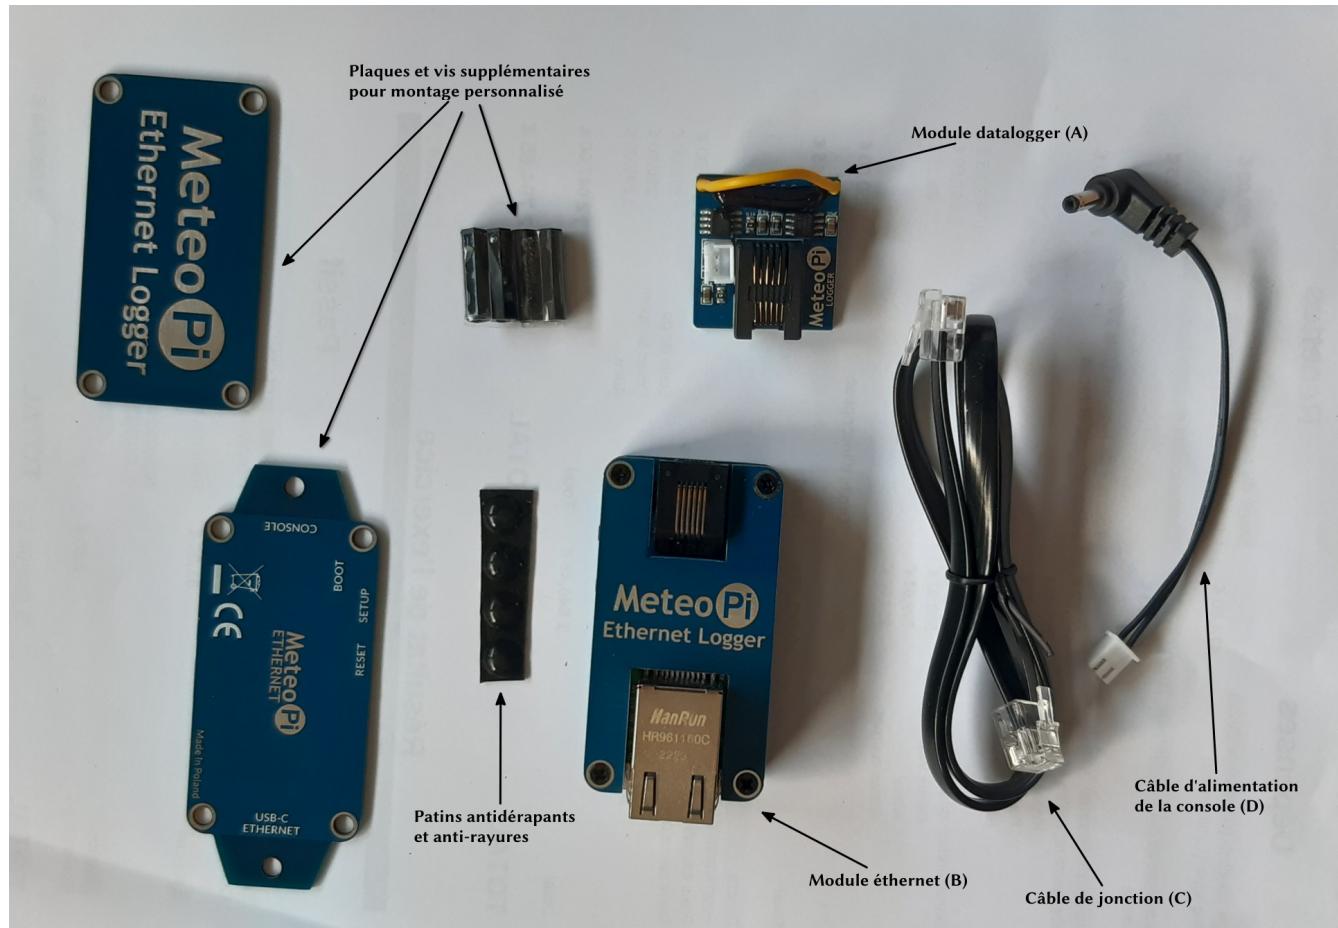

Figure 1 - Contenu du Meteo-Pi
Le Meteo-Pi est constitué des éléments présentés en figure 1.
L'élément principal du datalogger (partie B) sur la figure 1 est constitué de trois plaques : la plaque principale sur laquelle les composants électronique sont soudés et deux autres plaques fixées à la première par des vis et des espaceurs. Deux plaques
Il se présente sous une forme différente du Weatherlink IP ; il se compose d'un petit module (la partie A de la figure 1) qui se branche dans la console et du module principale (la partie B) qui contient l'essentiel de l'électronique. Les modules sont connectés via un câble à six contacts. L'intérêt principal de cette séparation est qu'ainsi le datalogger ne surchauffe pas l'intérieur de la console et ne fausse pas les données des capteurs de température et hygrométrie internes.
**Une alimentation unique pour le datalogger et la console** Tout comme le Weatherlink IP, le datalogger Meteo-Pi a des besoins en énergie plus élevés que le datalogger USB ou série. L'alimentation sur le secteur est donc nécessaire. Avec le Meteo-Pi, l'alimentation se connecte sur le Meteo-Pi qui à son tour alimente la console via les câbles C et D de la figure 1. Il est également possible d'alimenter le Meteo-Pi via son port USB (par exemple, en cas d'utilisation d'une connexion *Power over Ethernet* et d'une dérivation USB. Enfin, le Meteo-Pi a également deux plots à souder pour recevoir une tension de 5V d'une source externe, pour une intégration spécifique.
Avant toute chose, il convient de s'assurer que votre kit Meteo-Pi soit complet. Il devrait contenir tous les éléments de la figure 1 :
**Alimentation** Avant de commencer, il convient de décider comment la console et le datalogger seront alimentés (cette décision peut être revue par la suite). Le datalogger consomme un courant continu d'au moins 200mA à 5V. L'option la plus simple consiste à utiliser l'alimentation vendue avec la console pour alimenter le datalogger et les câbles C et D de la figure 1 pour transférer le courant à la console. Sinon, le Meteo-Pi peut également être alimenté par son port USB-C.